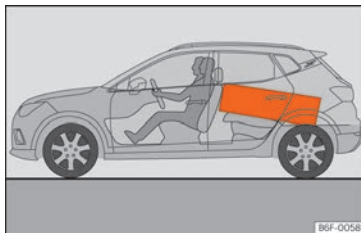

Fig. 160 Los objetos pesados deberían transportarse lo más adelante posible.
- Coloque los objetos pesados en la parte delantera del maletero, lo más al fondo posible »» fig. 160.